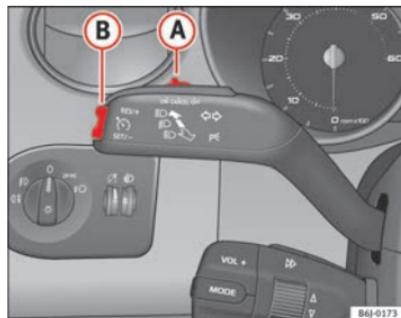

Fig. 105 Manípulo dos indicadores de mudança de direcção e dos máximos: comando e botão basculante para o regulador de velocidade
- Quando se tiver alcançado a velocidade que se quer programar, premir brevemente a parte inferior do botão basculante **SET** ⇒ fig. 105 (B) uma vez.